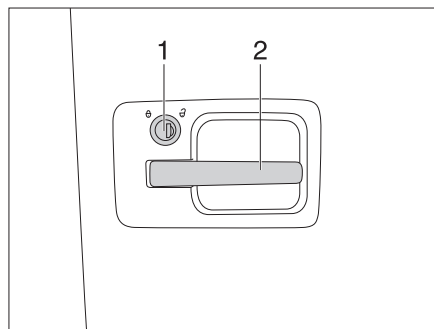

Bild 18 Türschloss, außen
- Schlüssel in Schließzylinder (Bild 18,1) stecken und im Uhrzeigersinn drehen, bis das Türschloss entriegelt ist.
- Am Türgriff (Bild 18,2) ziehen. Die Tür ist geöffnet.
- Schlüssel in Schließzylinder (Bild 18,1) stecken und entgegen dem Uhrzeigersinn drehen, bis das Türschloss verriegelt ist.